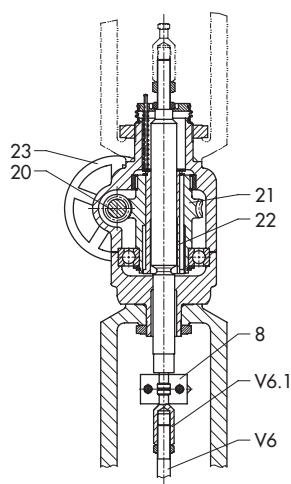

Рис. 8 · Ручной дублер с боковым расположением маховика для максимального хода 60 мм
Тип 3271 · Пневматический привод с ручным дублиром для мембран с действующей поверхностью от 240 до 700. Ручной дублир расположен сверху привода (рис. 3). Для мембран с действующей поверхностью от 1400 до 2800 см² ручной дублир располагается сбоку (рис. 8, 15, 16).
На рис. 8 показан принцип действия **ручного привода** для мембран с эффективной площадью от 1400 до 2800 см² и максимальным ходом 60 мм, который расположен сбоку. Маховик (23) жестко связано с червячным валом (20), оснащенный стопорным устройством. Шток привода связан с ними через червячное колесо (21) и резьбовую втулку (22).